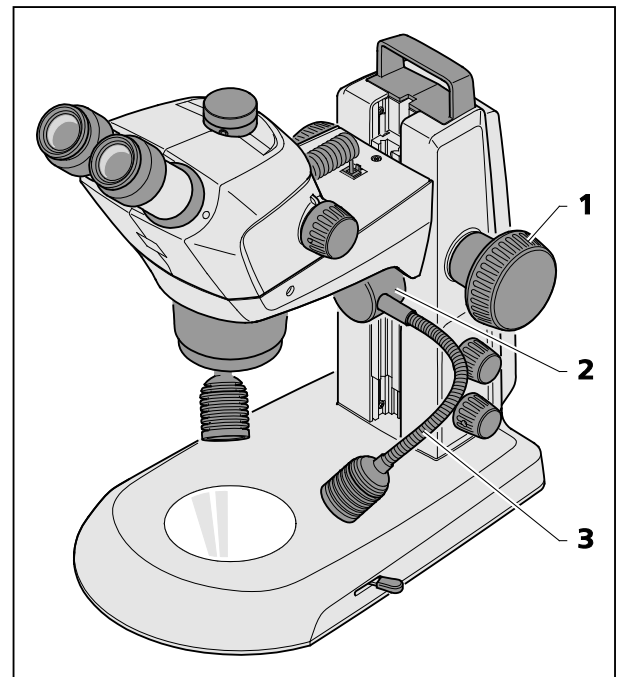

Bild 22 Doppel-Spotleuchte
- Den Mikroskopkörper mittels Fokussierknopf (Bild 22/1) in die oberste Position fahren. Doppelspot-Leuchte (Bild 22/2) in der Führung auf die gewünschte Höhe schieben.
- Durch Verbiegen der beiden Schwanhälse (Bild 22/3) die Spots so einstellen, dass das Objekt optimal ausgeleuchtet wird.